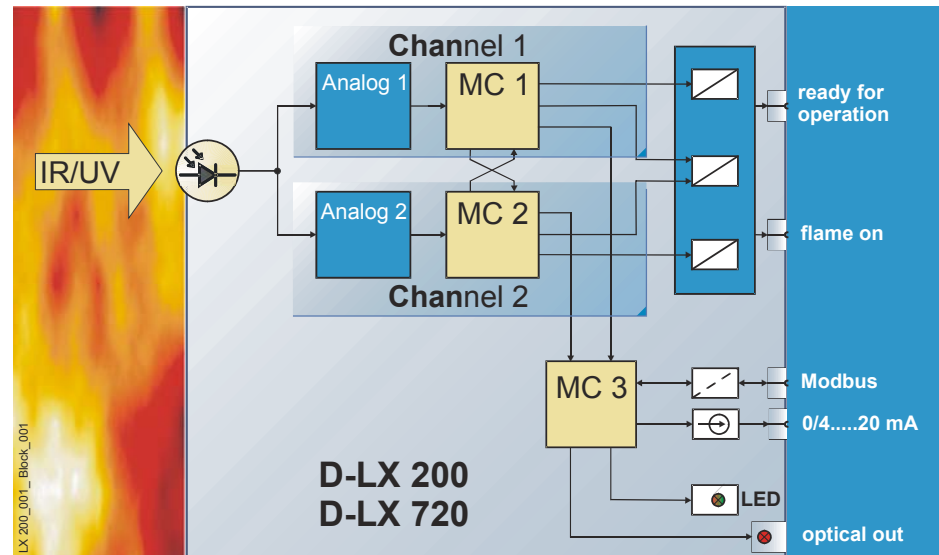

Рис. 4.3: Функциональная схема
Специальное двухканальное исполнение (см. Рис. 4.3: Функциональная схема на странице 34) позволяет отказаться от регулярного прерывания фототока (затвора), а также от механических быстроизнашивающихся частей.
- динамически управляемое аварийное реле, контролирующее внутренние рабочие напряжения и все важные для безопасности аппаратные функции (см. Рис. 4.3: Функциональная схема на странице 34);